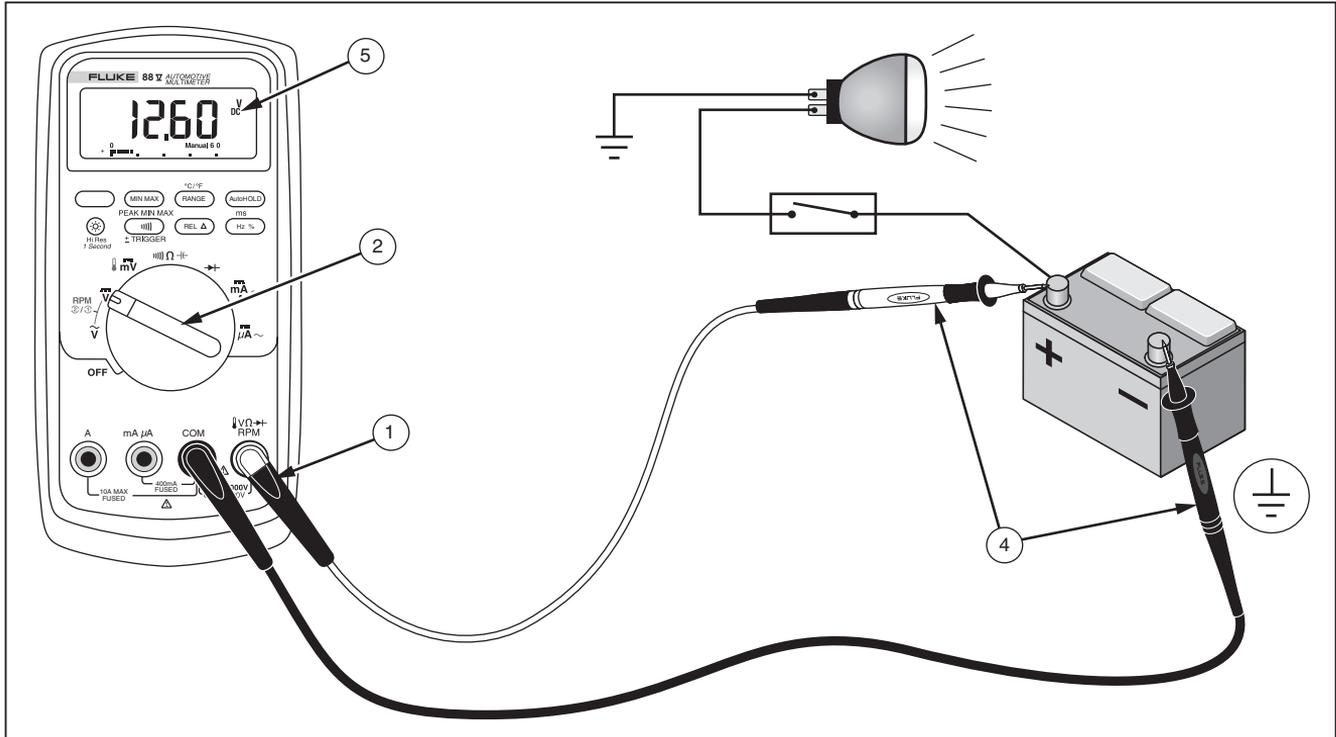

Abbildung 18. Messen der Leerspannung einer Batterie
1. Die Messleitungen gemäß Abbildung 18 in die Eingangsanschlüsse einführen.